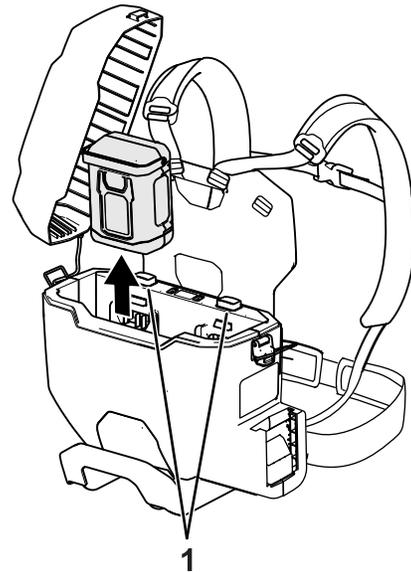

Figure 14
3. Appuyez sur le bouton de verrou de batterie et soulevez la ou les batteries pour les sortir du bloc dorsal (Figure 14).